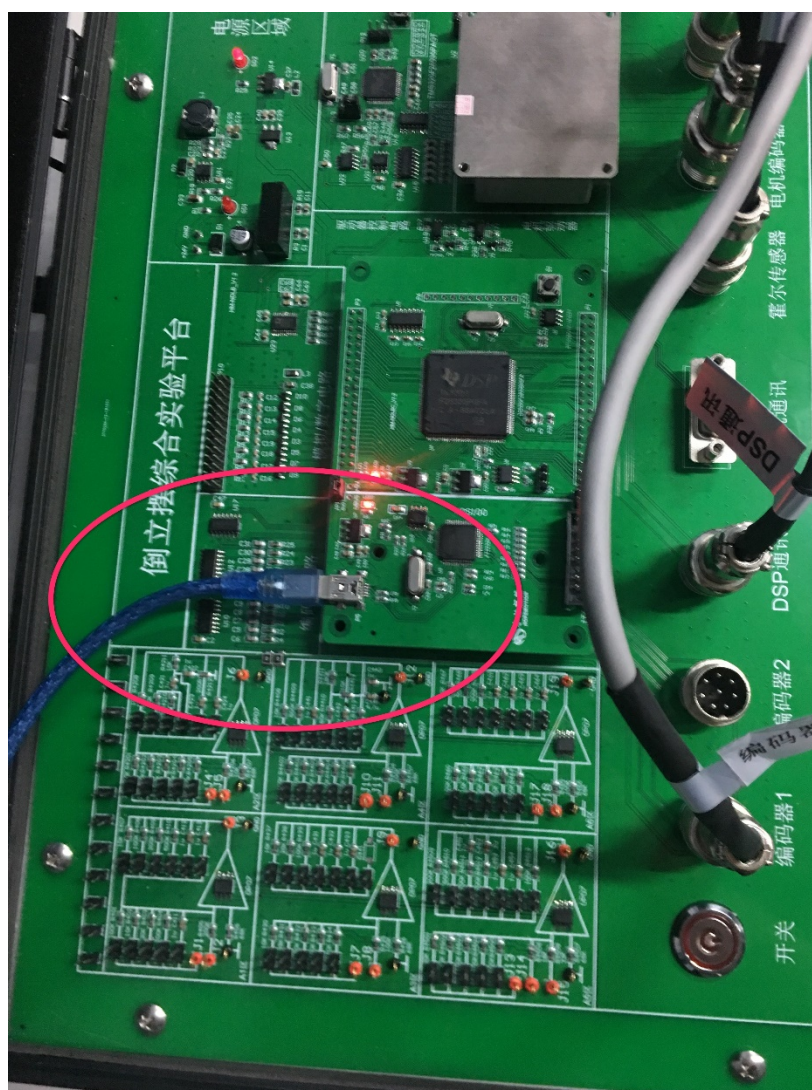

图 1-1 仿真器连线
1. 将“仿真器”(蓝色线)一端接至 PC 机 USB 口，另一端连接芯片 XDS100，如图 1-1 所示。